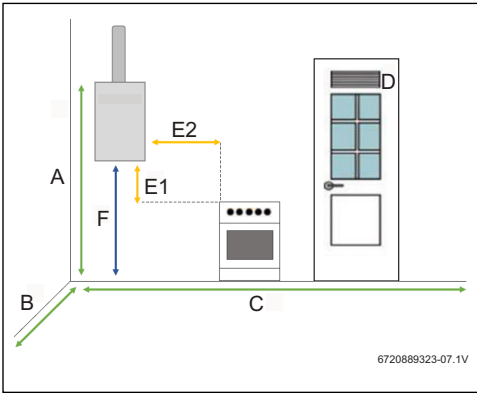

Fig. 17 Distâncias mínimas
- ▶ Respeitar as medidas mínimas de instalação indicadas na Fig. 17.
- ▶ Assegurar o bom acesso nos trabalhos de manutenção, respeitando as distâncias mínimas indicadas na Fig. 17.